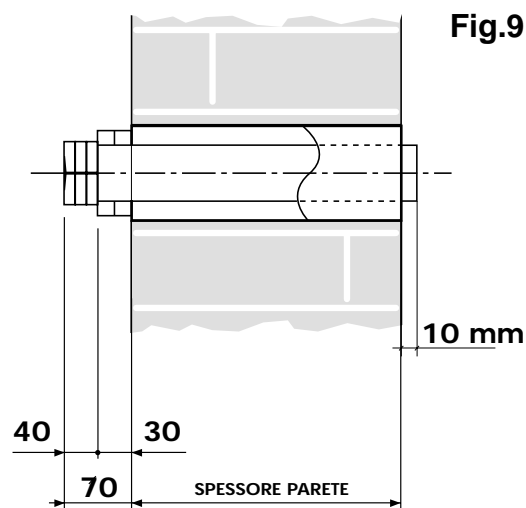
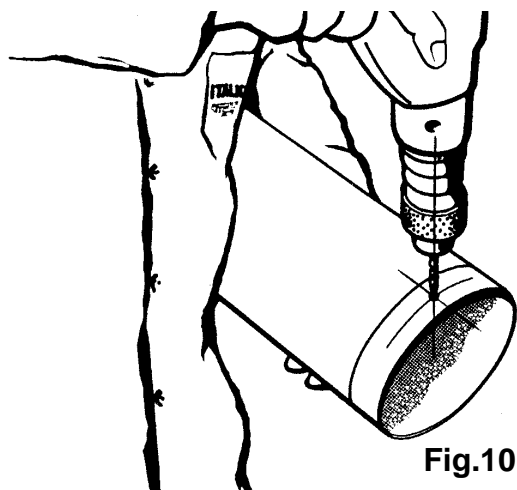
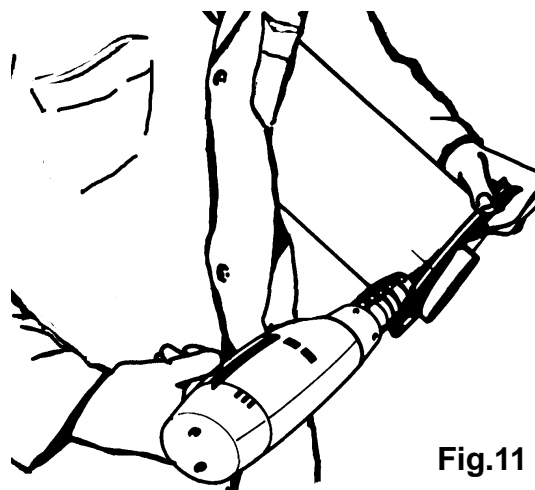

Fig.9
Fig.10
Fig.11
- 4.4 Tagliare il tubo interno in alluminio (tubo di scarico gas) in maniera tale che una volta montato, sporga di 30 mm dalla tubazione rivolta all'esterno (solo per le soluzioni con griglia ad incasso) e di 10 mm all'interno della parete abitativa (Fig. 9). Il taglio delle tubazioni, è facilmente eseguibile, con l'aiuto del Nastro guida taglio autoadesivo, che si applica sul tubo in lamiera in corrispondenza della misura da tagliare. Sul nastro, sono indicate anche le posizioni dei fori per il fissaggio della flangia (Fig. 10 e Fig. 11).